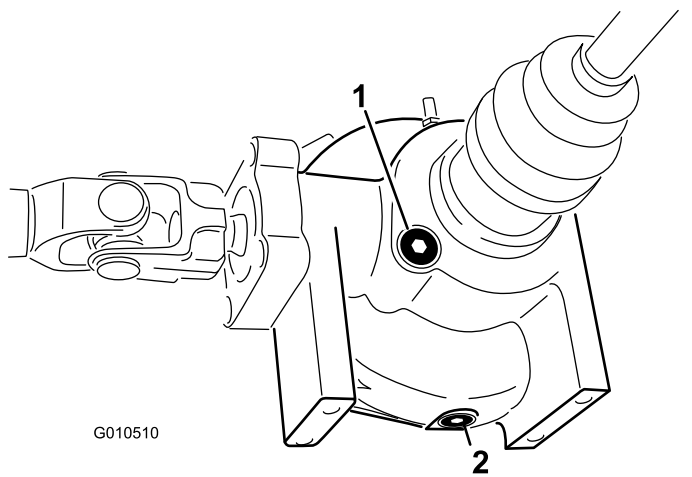

Figura 43
4. Curăai zona din jurul capacului de umplere/verificare de pe partea diferentialului (Figura 43).
4. Curăai zona din jurul bușonului de golire din partea diferentialului (Figura 43).